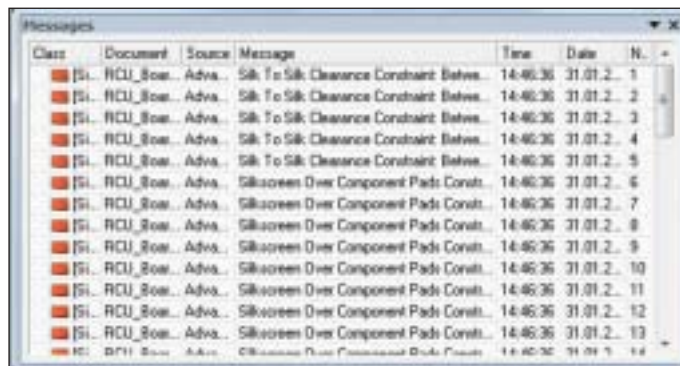

Рис. 91. Сообщения об ошибках
4. Обнаруженные ошибки и предупреждения будут перечислены на панели *Messages* (рис. 91). Если окно не открылось автоматически, откройте его кнопкой *System/Messages* в правом нижнем углу рабочей области.